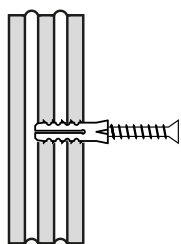

Fig. 5
■ Per i pannelli Alfa di spessore cm 12 e 15 che sono costituiti da due ordini di fori e pertanto con tre pareti, per ottenere la massima resistenza, occorre forare due pareti e poi introdurre i tasselli, siano essi ad espansione o con la resina, della lunghezza adatta a fare aderenza sulle due pareti. (Fig. 5 e 6)
■ Per il pannello Laterite in quanto monolitico senza fori, i tasselli, siano ad espansione che con resina, vanno usati della lunghezza adatta tale da non superare lo spessore della parete. Per le pareti di spessore cm 7,5 utilizzare i tasselli di lunghezza cm 6. Per le pareti di spessore cm 10 utilizzare i tasselli da cm 8. Con l'utilizzo dei tasselli con resina non è previsto l'uso del tubo forato in plastica (B) in quanto la resina (C) va applicata direttamente nel foro ripulito dalle polveri generate dalla foratura.